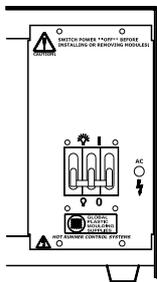

Figure 3 : Face avant boîtier – Interrupteur général.
6. Assurez-vous que l'interrupteur général est en position OFF. (Voir figure 3 ci-dessous)